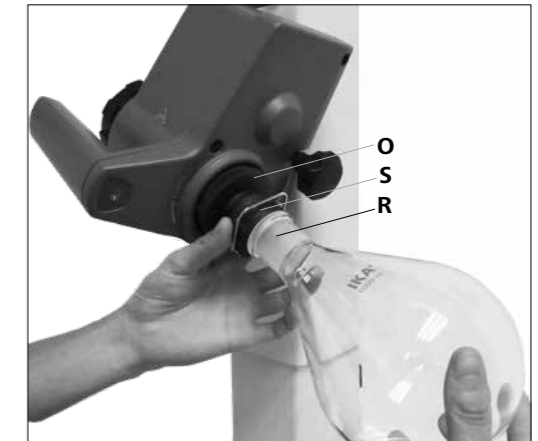

Fig.15a
- Placer le ballon d'évaporation sur le tube de vapeur (R). (Fig.15a)